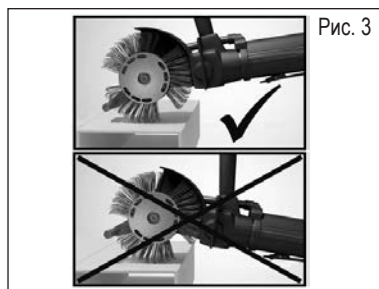

Рис. 3
7. Для более эффективной работы необходимо вести ускорительный стержень вблизи обрабатываемой поверхности. При слишком большом расстоянии стержня от поверхности производительность ощутимо снижается. (См. рис. 3.)